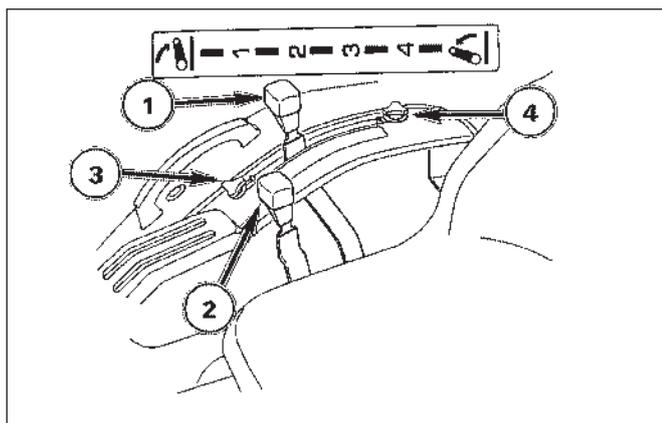

FIG. 5-35
**FIG. 5-35:** Position des leviers – levier de labourage, 2 (si prévu), complètement vers le bas (pas utilisé). Servez-vous du levier de position, 1, pour régler la position du crochet d'attelage et de l'équipement.